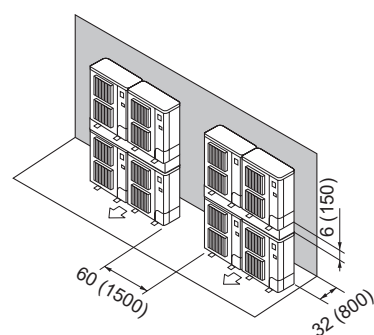

Fig. 2-17
- ⑦ Disposition pour appareils empilés (Fig. 2-17)